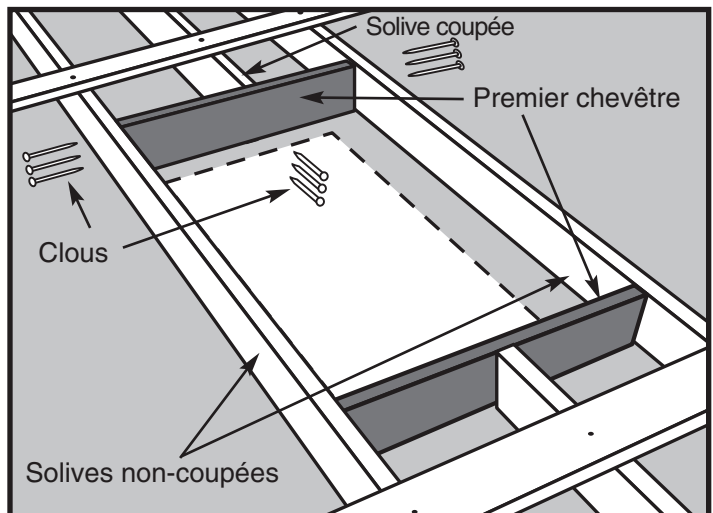

Figure 15
- ÉTAPE 3.** Placez un de ces chevêtres contre une extrémité de solive coupée (Voir la Figure 15). Il doit s'adapter juste entre les solives non-coupées. Placez-le au marteau si nécessaire ; s'il s'avère trop long de 1.6 mm (1/16"), limez-le. S'il est trop court de plus de 1.6 mm (1/16"), coupez un autre morceau.
- ÉTAPE 4.** Mettez d'équerre le linteau contre la solive non-coupée et clouez la linteau sur l'extrémité de solive coupée avec (3) clous 16d (Voir la Figure 15).
- ÉTAPE 5.** Vérifiez la perpendicularité de la linteau et plantez (3) clous 16d au travers de chaque solive dans chacune des extrémités de la linteau (Voir la Figure 15).